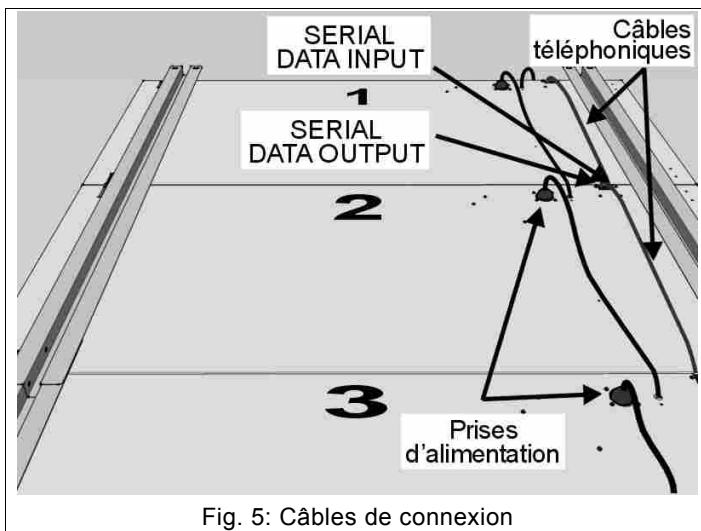
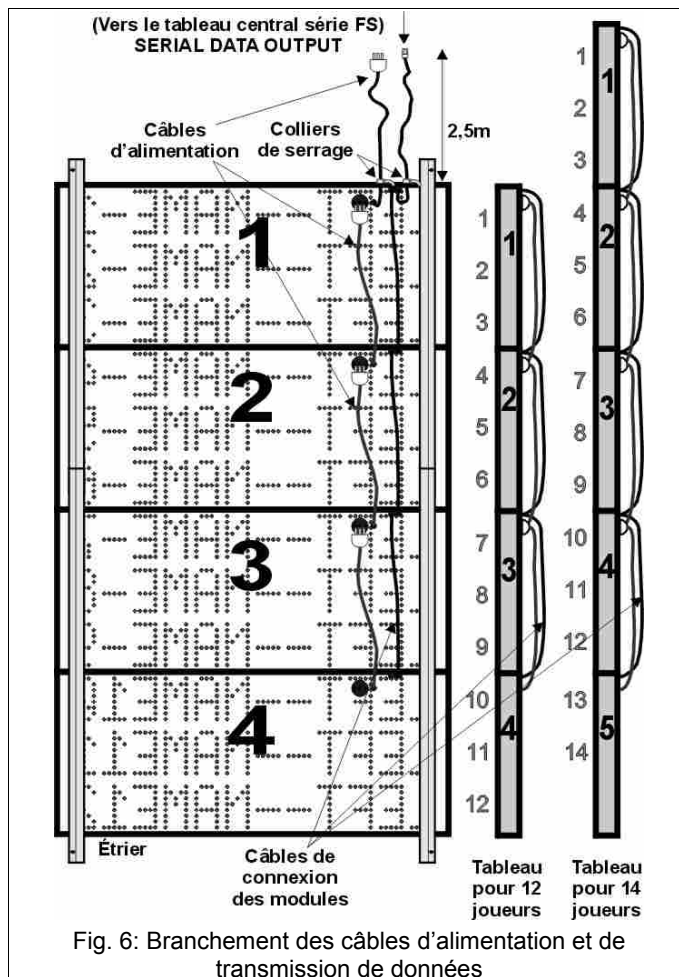

Fig. 5: Câbles de connexion
Fig. 6: Branchement des câbles d'alimentation et de transmission de données
Après avoir assemblé les modules d'un tableau avec les étriers, il est possible d'effectuer la connexion électrique de ces derniers. Au verso des modules du tableau il y a (Fig. 5):
1. En utilisant les câbles téléphoniques (environ 1m), connectez la sortie "SERIAL DATA OUTPUT" de chaque module sur l'entrée "SERIAL DATA INPUT" du module immédiatement au-dessous (Fig. 5, Fig. 6).
3. Branchez le câble d'alimentation du module supérieur sur la prise correspondante et fixez l'autre bout du câble sur la partie supérieure du panneau (Fig. 6) avec le collier de serrage; ceci permet d'accéder facilement à la fiche d'alimentation au-dessus du tableau, lorsque ce dernier est fixé au mur.
4. Chaque afficheur des noms des joueurs est livré avec un câble de 3 m de long, qui doit être branché sur le connecteur "SERIAL DATA INPUT"; laissez environ 2,5 m de câble libres et fixez-le sur la partie supérieur du tableau avec le collier de serrage (Fig. 6). Ceci permet de connecter le câble de données série facilement après la fixation du tableau au mur.